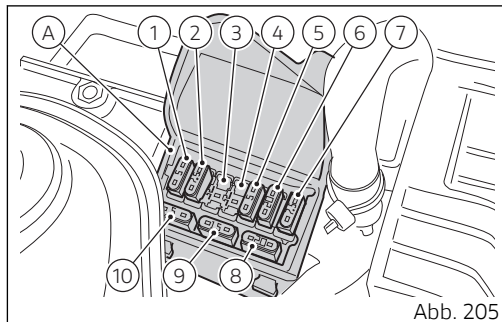
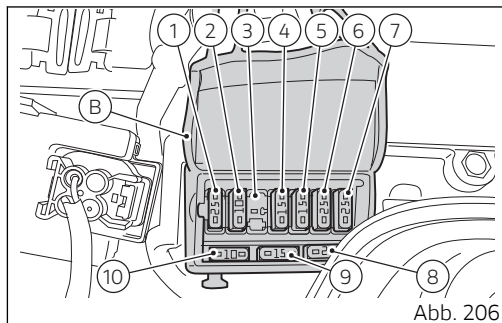

Abb. 205
Abb. 206
Der vordere linke Sicherungskasten (A, Abb. 205) und der vordere rechte Sicherungskasten (B, Abb. 206) sind über der Batterie angeordnet.
Die Hauptsicherung (C) (30 A) und die Reservesicherung sind rechts neben dem Sicherungskasten (B, Abb. 206), am Fernanlassschalter (D) angeordnet.